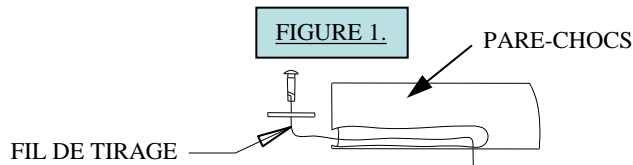

FIGURE 1.
①	Qté (4)	7/16-14 X 1.25 BOULON DE CARROSSERIE CATÉGORIE 5	③	Qté (4)	RONDELLE CONIQUE DENTÉE 7/16 PO
②	Qté (4)	BLOC 1/4 X 1 X 3	④	Qté (4)	ÉCROU 7/16-14
- À l'aide du tournevis à lame plate, enlever et conserver les deux (2) rivets en plastique qui fixent les supports de carénage intérieurs au véhicule.
- À L'AIDE D'UN FIL DE TIRAGE, FAIRE PASSER LES BOULONS DE CARROSSERIE ET LES BLOCS À TRAVERS LES EXTRÉMITÉS DU PARE-CHOCS, COMME ILLUSTRÉ À LA FIGURE 1.